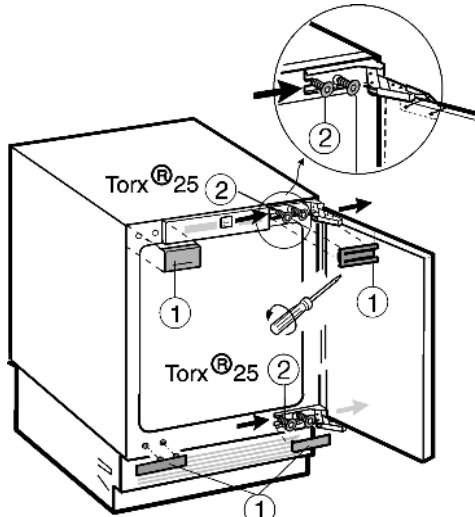

Fig. 2
► Снимите закрывающие элементы Fig. 2 (1).
► Крепежные винты Fig. 2 (2) только ослабьте.
- ▶ Переставьте нижние и верхние крепежные винты Fig. 2 (2) на противоположную сторону.
- ▶ Навесьте дверцу устройства на заранее установленные крепежные винты Fig. 2 (2).
- ▶ Затяните крепежные винты Fig. 2 (2) (**с моментом 4 Нм**).
- ▶ Снова установите закрывающие элементы Fig. 2 (1).